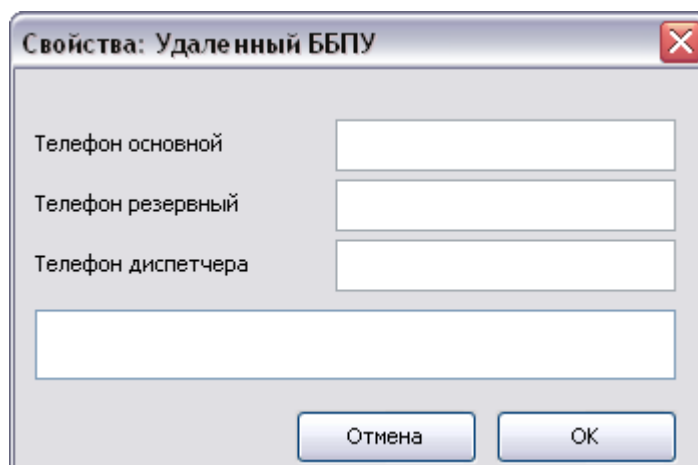

Рисунок 14 - Окно задания параметров для связи с удаленным ББПУ
– если планируется использовать модуль для управления периферийными пультами по каналам GSM, то на мнемосхеме так же необходимо разместить значки «Удаленный ББПУ», занеся в окно его свойств соответствующие номера телефонов для основного и резервного пути доступа, и так же номер телефона для дополнительного мониторинга данных и доступа к функциям оповещения см. рисунок 14.